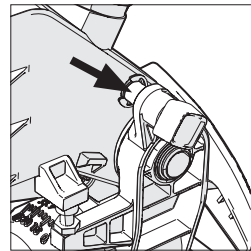

Fig. 16
- Asegúrese de que el cabezal de corte está en su posición inferior bloqueado con el pasador de retención totalmente encajado (ver fig.16).
- Asegúrese de que el cabezal de corte esté en su posición inferior bloqueado con el pasador de retención totalmente encajado (**Fig. 16**).
- Retire el pasador de retención del cabezal (**Fig. 16**) y permita que el cabezal de corte se eleve a su posición superior.